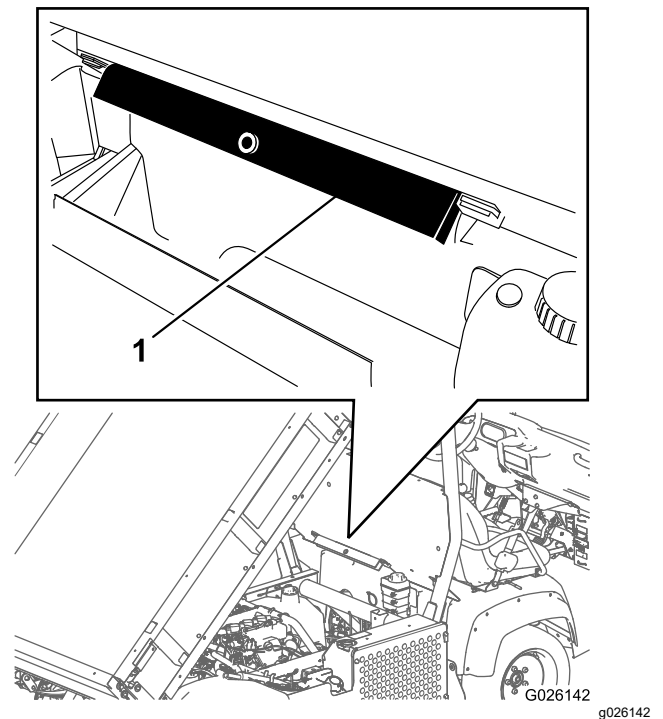

Figura 31
2. Rimuovete il supporto del pianale dalle staffe di stoccaggio sulla parte posteriore del pannello del ROPS (Figura 31).